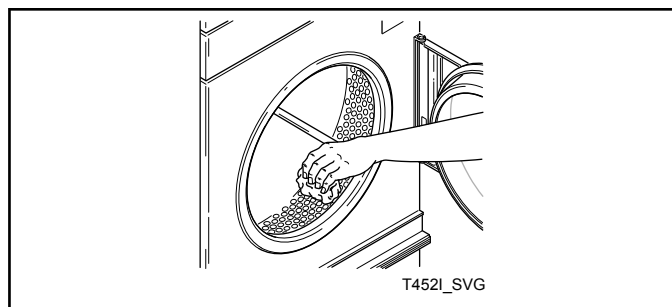

Figura 13
10. Limpie el cilindro con un limpiador o detergente general y una solución de agua. Consulte la *Figura 13*.